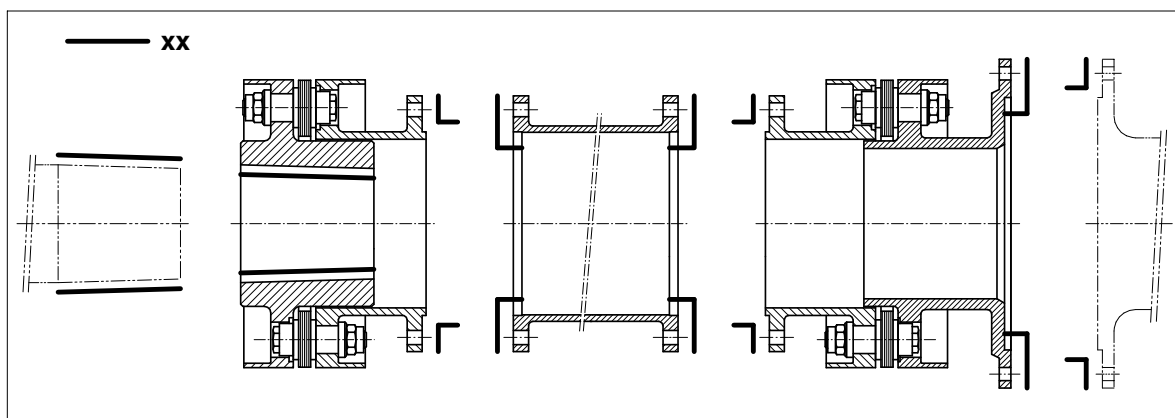

图 19: 表面准备工作
- 安装前须用各种防锈剂清除和仔细清洁**所有联接件的支撑面和客户端连接法兰的支撑面以及轴端和毂孔** (参见图 19)。